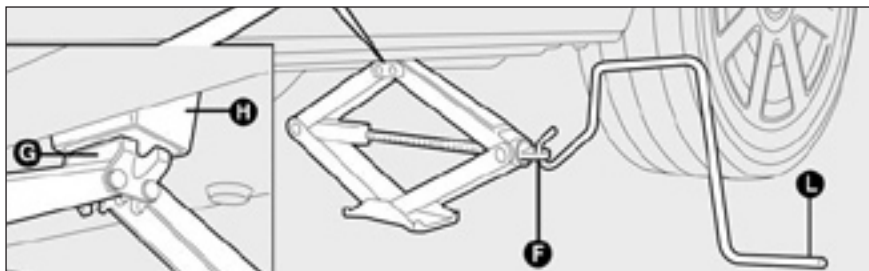

рис. 8
- ☐ двигайте рукоятку **F-рис. 8** для того, чтобы домкрат уперся в днище **G-рис. 8** и попал в захват **H-рис. 8**;
- ☐ Поворачивайте ручку **L-рис. 8** для того, чтобы поднять машину на высоту нескольких сантиметров над землей так, чтобы это позволило заменить колесо;
- ☐ С помощью рукоятки **L-рис. 8** опустите машину и уберите домкрат;